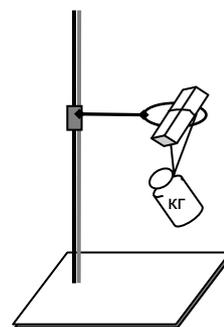

Рис. 10. Установка для иллюстрации аномального свойства воды
**А. Аномальное свойство воды.** Положить на кольцо штатива кусок льда, надеть на него петлю из тонкой проволоки с подвешенной гирей (рис. 10). Что наблюдается? Происходит ли снова срастание льда в месте разреза? Объяснить наблюдения, используя диаграмму состояния воды.